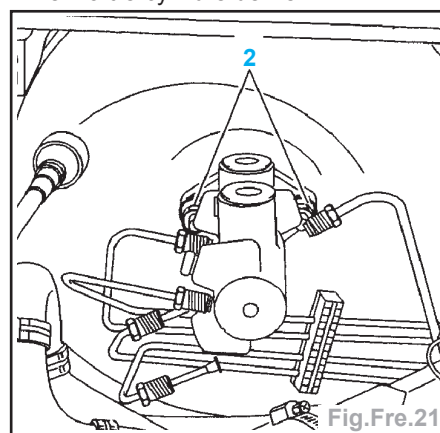

Fig.Fre.21
- Déposer (Fig.Fre.21) :
- les écrous (2),